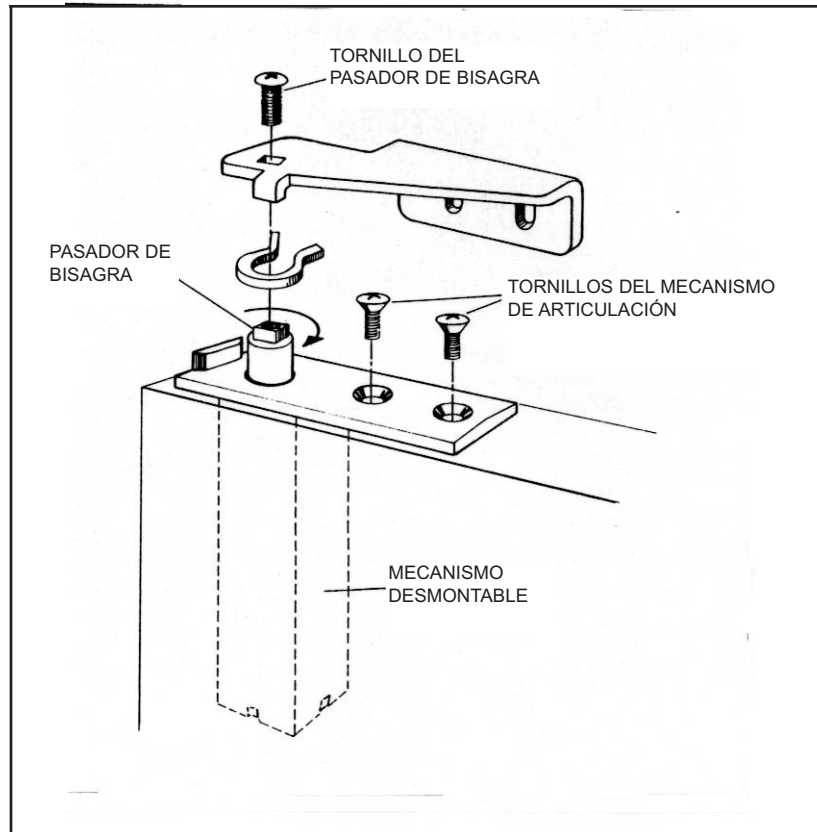

FIGURA 6
Para la operación adecuada de las puertas de cierre automático en todos los modelos de unidades de sandwiches y preparación de pizzas, el mecanismo de articulación debe estar montado para aplicar tensión en el sentido mostrado en la Figura 6. Cuando la bisagra se mueve a la posición abierta se alivia la tensión de la misma. No obstante, cuando la bisagra se vuelve a poner en la posición cerrada, debe hacerlo rápidamente. Hay que tener cuidado al comprobar la carga de resorte, ya que la bisagra podría desplazarse rápidamente y pillarle los dedos. Si la bisagra no responde a lo descrito arriba, siga estos pasos:
2. Vuelva a montar la bisagra según se muestra en la Figura 6.
Para quitar el mecanismo de articulación de la puerta, desmonte la puerta del gabinete según se explicó arriba. Según se muestra en la Figura 6, quite la placa de bisagra del mecanismo de articulación quitando el tornillo del pasador de bisagra. Quite también el resorte de herradura. Vuelva a instalar el tornillo de pasador de bisagra sólo parcialmente dejando expuestas aproximadamente 1/8" de las roscas. Ahora, los tornillos de montaje del mecanismo de articulación pueden quitarse, permitiendo así quitar el mecanismo tirando del tornillo del pasador de bisagra. Si el mecanismo no sale inmediatamente de la puerta por deslizamiento, introduzca un martillo de orejas o una palanca bifurcada debajo de la cabeza del tornillo del pasador de bisagra y use un bloque de madera como palanca, levante todo el mecanismo sacándolo de la puerta. Para instalar el nuevo mecanismo de articulación, invierta el orden del procedimiento anterior.